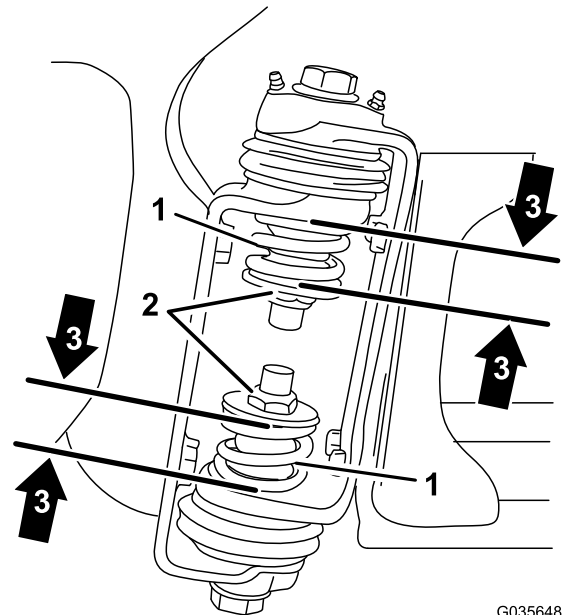

图4
3. 当喷洒臂位于伸展位置（图4）时，在喷洒臂的铰链处测量上下弹簧的压缩度。